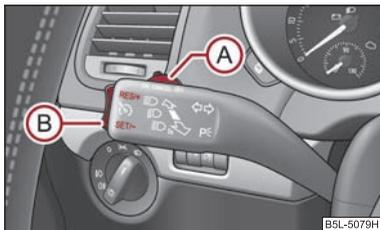

Fig. 117 Leva di comando: tasto basculante e interruttore dell'impianto di regolazione della velocità
L'impianto si comanda con l'interruttore **(A)** → fig. 117 e con il tasto basculante **(B)** nella leva sinistra dell'interruttore multifunzione.
- Premere l'interruttore **(A)** → fig. 117 in posizione **ON**.
- Premendo il tasto basculante **(B)** → fig. 117 in posizione **RES** e possibile **incrementare** le velocità memorizzate senza azionare il pedale dell'acceleratore.
Il **ripristino** della velocità memorizzata avviene rilasciando il pedale del freno o della frizione, per le vetture con cambio automatico rilasciando solo il pedale del freno, e dopo aver premuto brevemente il tasto basculante (B) ⇒ fig. 117 in posizione **RES**.
- Premere l'interruttore (A) ⇒ pag. 114, fig. 117 verso destra in posizione **OFF**. ■